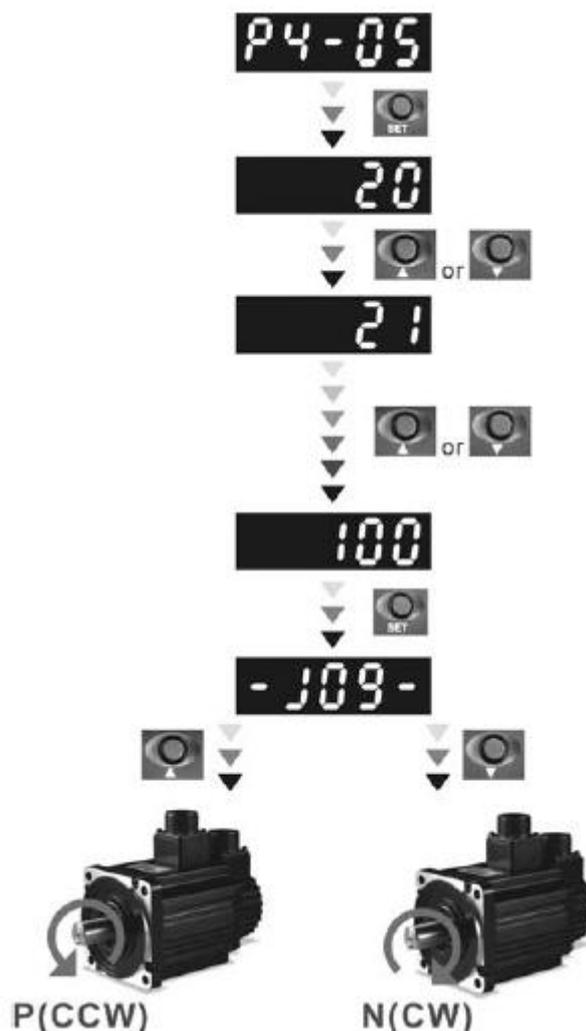

Рис. 36. Последовательность действий в режиме JOG
Используя параметр P4-05 можно с панели привода осуществить пуск привода (JOG-функция), рис. 36:
– нажатием кнопок «UP» или «DOWN» увеличить или уменьшить значение скорости JOG. Кнопку «SHIFT» можно использовать для перемещения изменяемого разряда. В примере, показанном на рис. 36, устанавливается скорость 100 об/мин;
- нажатием клавиш «UP» или «DOWN» запустить двигатель в прямом (CCW) или обратном (CW) вращении. Вращение осуществляется при нажатой клавише;